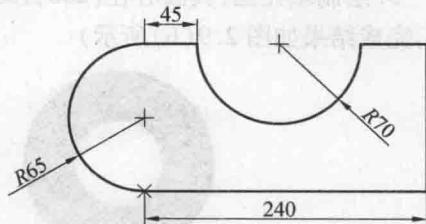

图 2.7 绘制圆弧练习
3. 绘制如图 2.7 所示的图形。(提示:本图形由圆弧和直线段组成)